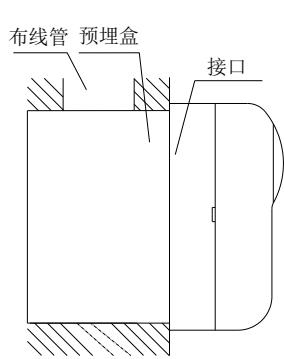

图2 进线管预埋示意图
- 3. 底壳安装可采用布线管明装或布线管暗装两种方式。布线管暗装时，可将底壳安装在标准预埋盒上，安装方式如图2所示；布线管明装时，可采用我公司生产的B-9310型专用后备盒，安装方式如图3所示。